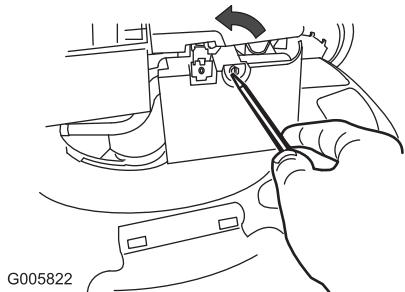

Figure 22
- Ouvrez le couvercle du filtre à air avec un tournevis (Figure 22).